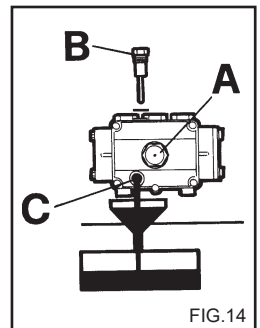

FIG. 14
- 2) De tap met de oliepeilstaaf losschroeven (Fig. 14)